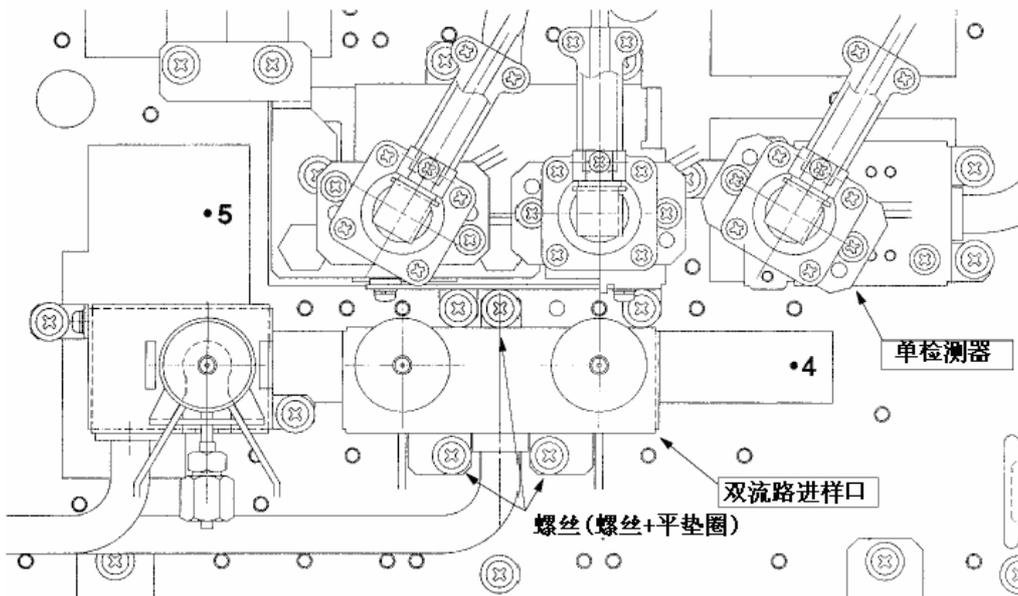

图.3.5.2 (a)
- (7) 如图. 3.5.2 (b)所示使用切割工具切掉热绝缘体. (热绝缘体大约3cm厚. 将热绝缘体底部的金属薄板也切掉.)
- (8) 将切掉的热绝缘体移到左边.